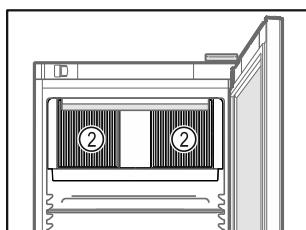

Fig. 56
- No obstruir la ranura de ventilación Fig. 56 (2) del ventilador de recirculación de aire del interior.